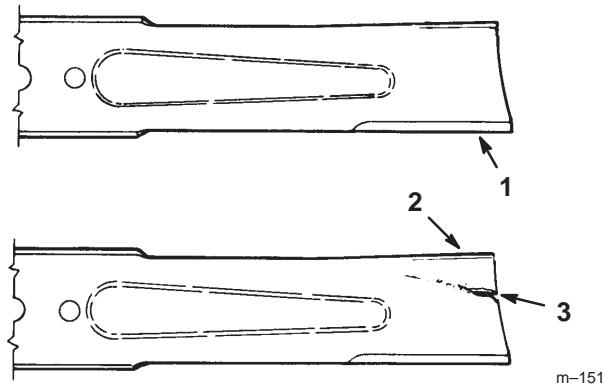

Figure 33
- Controllate i taglienti (Fig. 33). Se i taglienti non sono affilati o presentano bave, togliete la(e) lama(e) ed affilatela(e). Fate riferimento a Affilatura della(e) lama(e) a pagina 38.
- Controllate la(e) lama(e), in particolare l'area curva (Fig. 33). In caso di danni, usura o scanalature nell'area (Fig. 33), montate immediatamente una nuova lama.